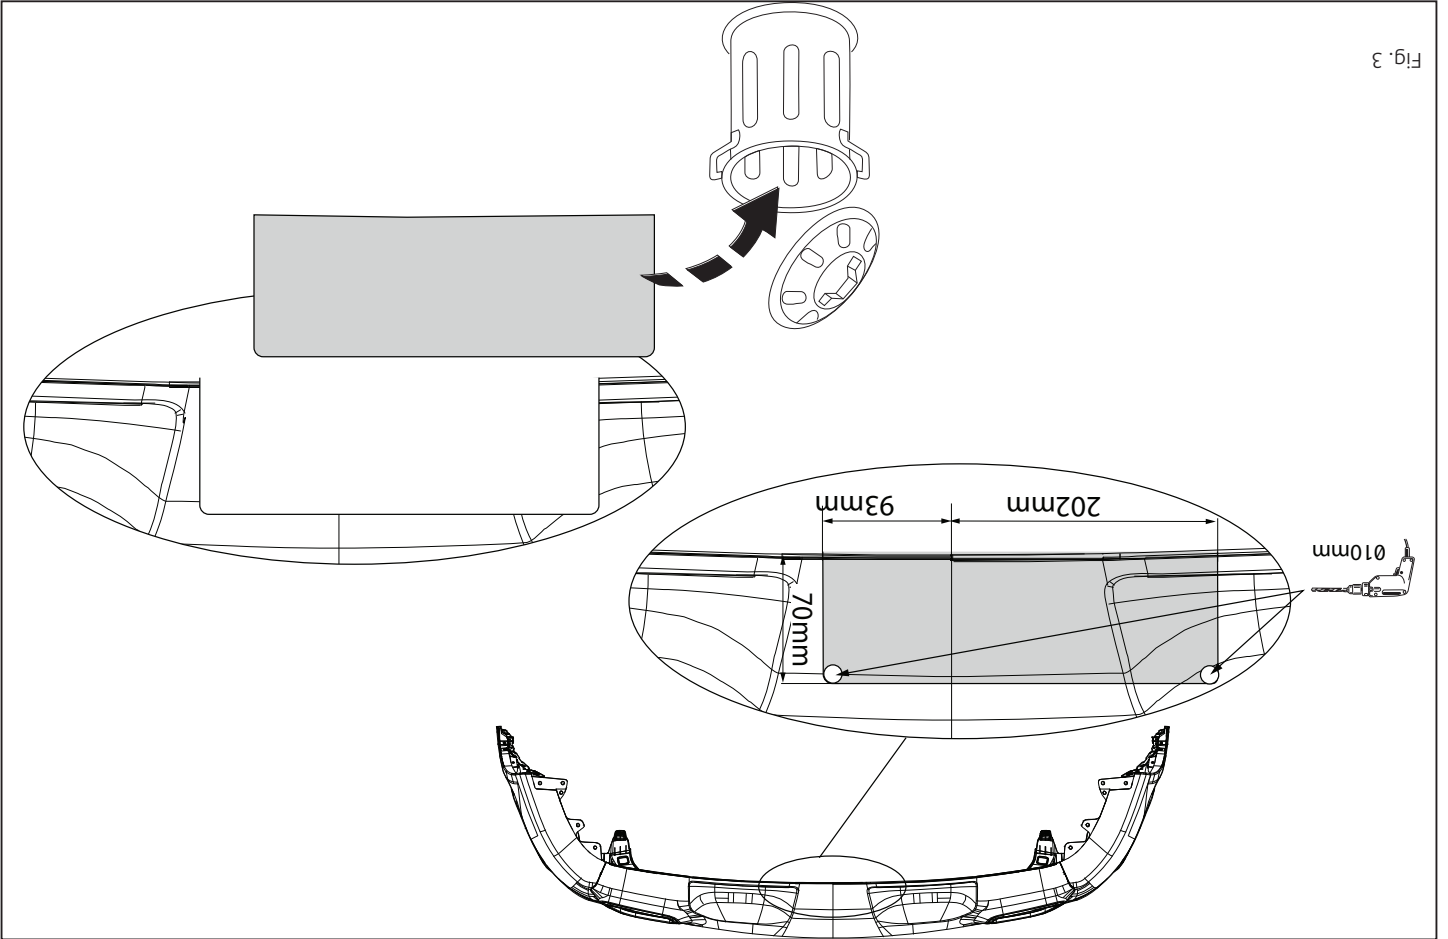

Fig. 3
9. Saw a section out of the middle of the underside of the bumper as shown in fig 3 & 4.
9. Auf der Unterseite der Stoßstange einen Teil aus der Mitte gemäß Abbildung 3 & 4 heraus schneiden.
9. Scier au centre de la partie inférieure du pare-chocs une partie correspondant à la figure 3 & 4.